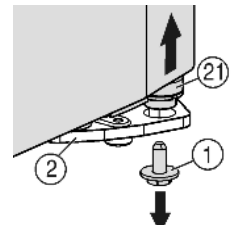
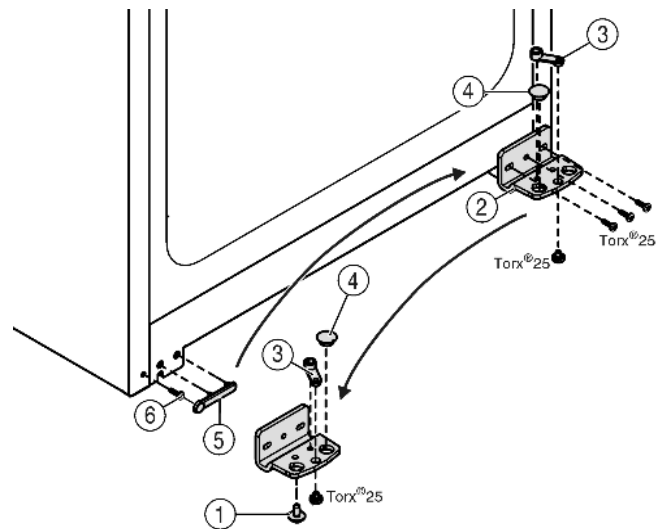

Fig. 5
Fig. 6
- ▶ Внизу справа на опорному кронштейні викрутіть фіксуючий гвинт Fig. 5 (1).
- ▶ Опорний гвинт Fig. 5 (21) можна буде вийняти з опорного кронштейна Fig. 6 (2).
- ▶ Якщо опорний гвинт Fig. 5 (21) не виймається, натисніть на нього знизу.
- ▶ Викрутіть опорну деталь Fig. 6 (2).
- ▶ Відкрутіть опорну деталь Fig. 6 (3) і вставте в протилежний отвір опорного кронштейну, знову пригвинтіть.
- ▶ Вийміть пробку Fig. 6 (4) з опорного кронштейна та переставте її в отвір на протилежному боці опорного кронштейна.
- ▶ Зніміть обережно кришку Fig. 6 (5) з боку ручки.
- ▶ Викрутіть гвинти Fig. 6 (6) і встановіть їх з протилежного боку.
- ▶ Знову вставте кришку Fig. 6 (5).
- ▶ Пригвинтіть опорний кронштейн Fig. 6 (2) на новий бік шарніра (з моментом 4 Нм). За потреби використовуйте пристрій для електричного закручування гвинтів.
- ▶ Вкрутіть фіксуючий гвинт Fig. 5 (1) знизу в гвинт і затягніть (з моментом 4 Нм).